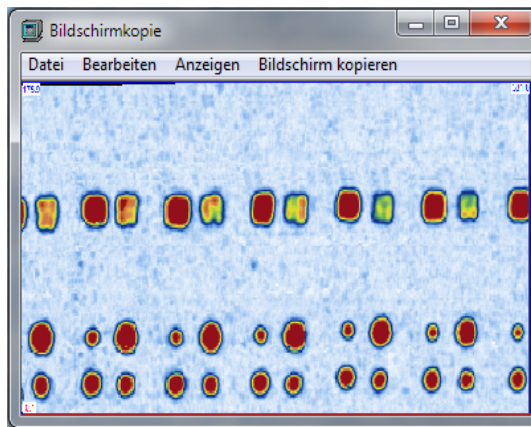

Abbildung 10-18 Kopiertes Fenster im Dialogfeld Bildschirmkopie
- (3) Lassen Sie den Mauszeiger an der gegenüberliegenden Ecke des gewünschten Bereichs los.
- Das Bild des ausgewählten Bereichs erscheint im Dialogfeld **Bildschirmkopie** (siehe Abbildung 10-18 auf Seite 484).